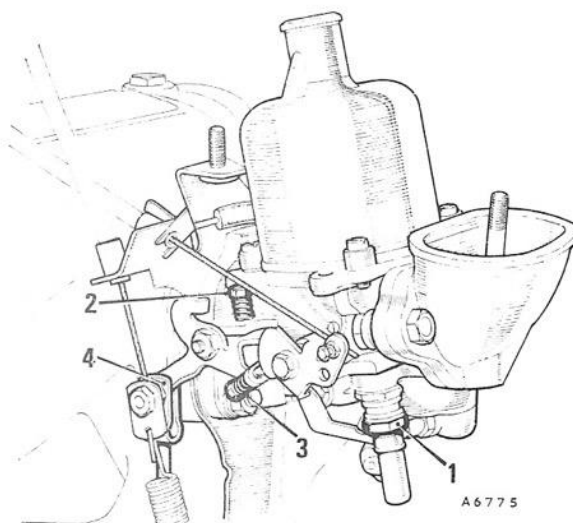

Fig. Da.1
- 9) Med karburatoren tunet rigtigt justeres gasspjældjusterskruen (2 på fig. Da.1), til der opnås en maksimal tomgangshastighed på 650 omdr./min.
- 10) Træk chokerknappen ud til stillingen for maksimal håndgas. Kontroller og juster om nødvendigt justerskruen for håndgas (3 på fig. Da.1), til der opnås en maksimal tomgangshastighed på 1050 o./m. Tryk chokerknappen ind og kontroller igen tomgangshastigheden.